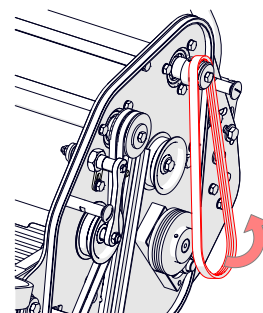

Fig. 16I – Remova e substitua a correia.
- ii. Afaste a polia de tensionamento. Retire a correia e substitua (se necessário) (Fig. 16I).